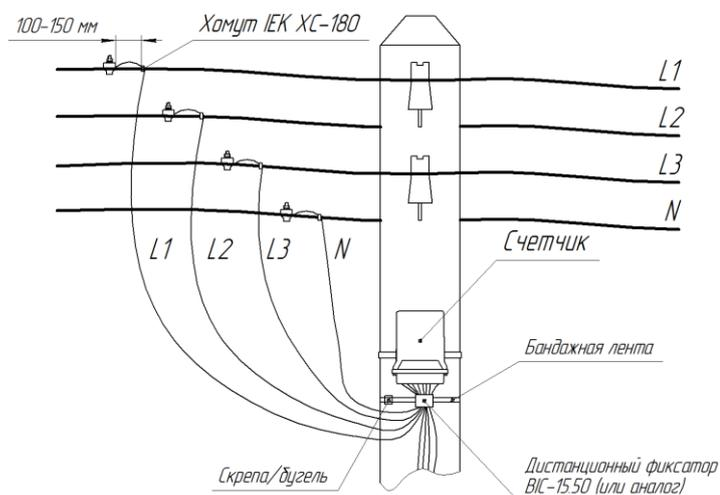

Рисунок 3.3 – подключение счетчика проводом СИП
- 5) Предусмотреть запас проводов СИП (вход/выход на счетчике) длиной (100 – 150) мм для дальнейшего обслуживания счетчика (протяжка винтов и т.д.). Обязательно зафиксировать провода СИП атмосферостойким хомутом перед счетчиком вдоль опоры ВЛ-0,4 кВ (см. рисунок 3.3).
- 6) Провода СИП подключить к линии ВЛ-0,4 кВ с помощью прокалывающих зажимов (проколов). Скрутка проводов строго запрещена! Обязательно место контакта зачистить от пыли, пленок, окислов и смазать токопроводящей кварце-вазелиновой пастой (например, ПКВ). Обязательно зафиксировать провод СИП атмосферостойким хомутом, например, ИЕК ХС-180 (УНН21-Д6-180-100), перед зажимом вдоль линии ВЛ-0,4 кВ (см. рисунок 3.3).